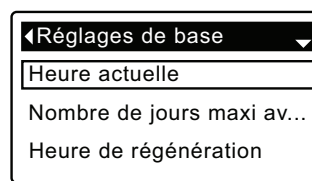

FIG. 25
3. Appuyez sur le SÉLECTEUR (O) pour afficher le menu des réglages de base (cf. Figure 25).
7. Appuyez sur le SÉLECTEUR (O) : l'afficheur revient au menu des réglages de base (Figure 25).